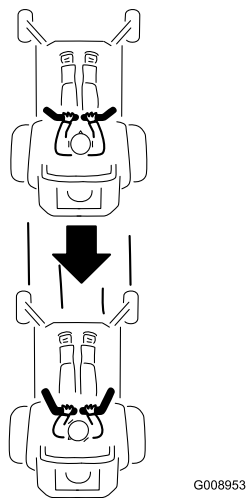

Figure 21
2. Pour faire marche arrière, vérifiez que la voie est libre derrière la machine et sur sa trajectoire tout en tirant lentement les leviers de commande de déplacement en arrière (Figure 21).
Pour vous déplacer en ligne droite, appliquez une pression égale sur les deux leviers de déplacement (Figure 21).